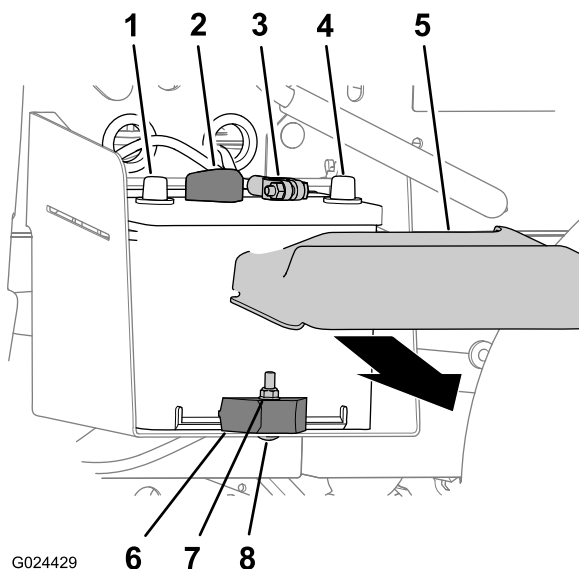

Рисунок 52
1. Сожмите стороны крышки аккумулятора и снимите крышку с его верхней части (Рисунок 52).
- Отсоедините отрицательный кабель от клеммы аккумулятора (Рисунок 52).
- Отсоедините положительный кабель от клеммы аккумуляторной батареи (Рисунок 52).
- Отверните контргайку, снимите вагонный болт и зажим крепления аккумулятора к его лотку (Рисунок 52).
- Извлеките аккумулятор из лотка (Рисунок 52).
- Поместите аккумуляторную батарею в аккумуляторный отсек в автомобиле (Рисунок 52).
Примечание: Убедитесь, что положительный и отрицательный штыри аккумулятора выровнены, как показано на Рисунок 52.
- Прикрепите аккумулятор к лотку аккумулятора с помощью зажима, вагонного болта и контргайки (Рисунок 52).
- Подсоедините положительный кабель к клемме аккумуляторной батареи (Рисунок 52).
- Подсоедините отрицательный кабель к клемме аккумулятора (Рисунок 52).
- Установите крышку аккумулятора на его верхнюю часть (Рисунок 52).